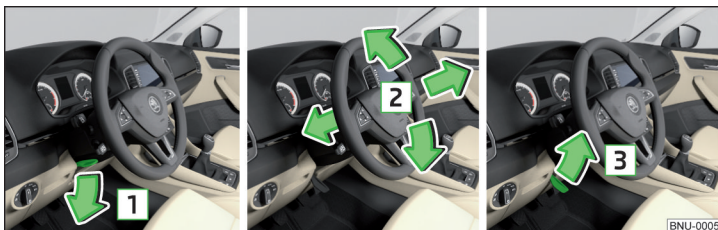

Fig. 15 Ajustar la posición del volante
- Girar la palanca de seguridad debajo del volante en la dirección de la flecha **1** » fig. 15.